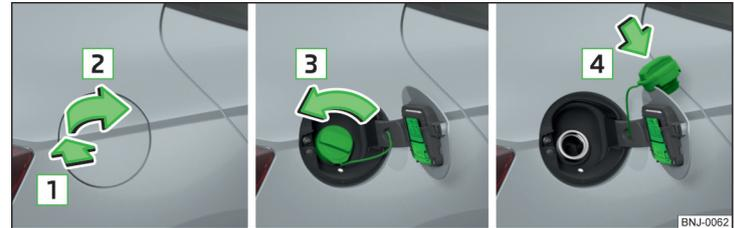

Abb. 143 Tankklappe aufklappen / Tankverschluss herausdrehen / Tankverschluss auf die Tankklappe stecken
Auf der Innenseite der Tankklappe ist der für Ihr Fahrzeug vorgeschriebene Kraftstoff angegeben » Abb. 143 auf Seite 153.
- Auf die Tankklappe in Pfeilrichtung **1** drücken » Abb. 143.